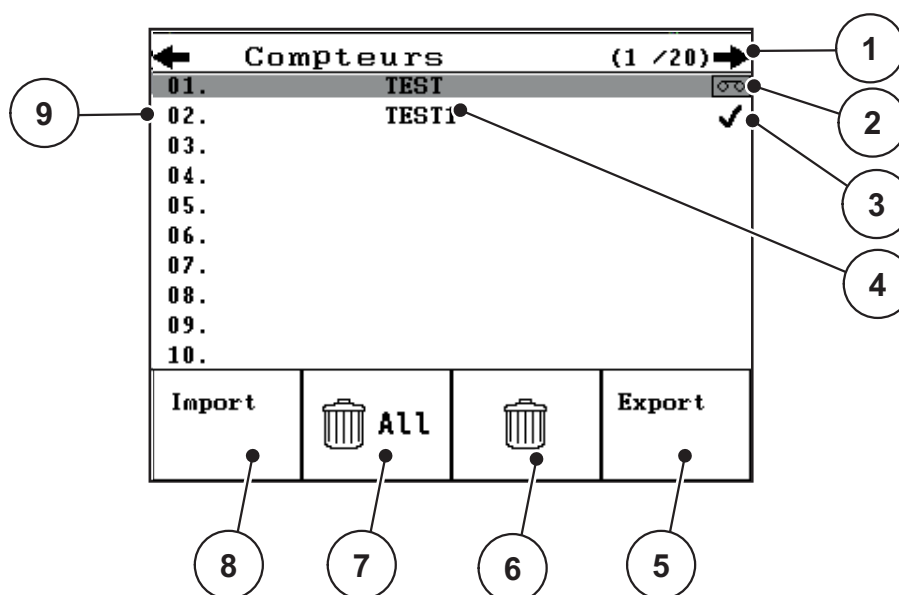

Figure 4.29 : Menu Compteurs
2. Appuyer sur la touche de fonction **F1** (cf. figure 4.29).
2. Appuyer sur la touche de fonction **F4** (cf. figure 4.29).
3. Appuyer sur la touche de fonction **F3** située sous le symbole **supprimer** (cf. figure 4.29).
2. Appuyer sur la touche de fonction **F2** située sous le symbole **tout supprimer** (cf. figure 4.29).